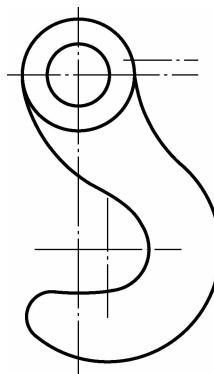

图 1-27 修剪删除多余线段
(5)修剪删除多余线段。采用“修剪”命令和“删除”命令,将多余线段修剪去除,如图 1-27 所示。